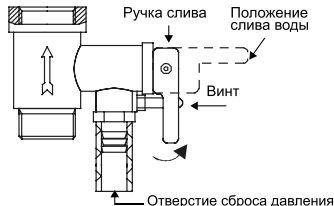

Рис. 9
хранительный клапан так, чтобы течение воды совпадало с направлением стрелки на корпусе клапана. На отверстие сброса давления предохранительного клапана (см. рис. 9) оденьте дренажную трубку* для отвода воды (возможно появление при нагревании) в канализацию.
- открутить винт обратного предохранительного клапана и перевести ручку в горизонтальное положение, из отверстия предохранительного клапана должна потечь вода. (см. рис. 9)